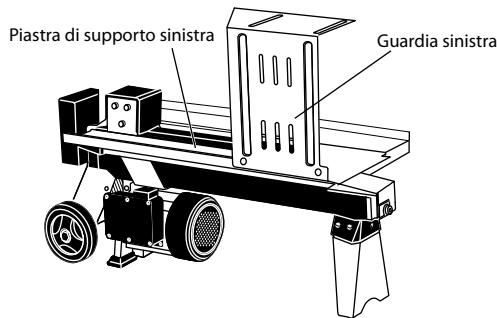
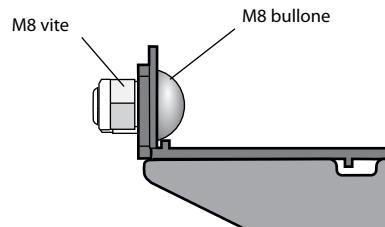

Fig 1a
Fig 1b
3. Inserire la piastra di protezione sinistra nella scanalatura della piastra di base sinistra, assicurarsi che i fori della piastra di protezione sinistra siano allineati in base ai fori della piastra di base sinistra, utilizzare 2 bulloni M8 a taglio quadrato e 2 dadi di bloccaggio per il fissaggio, (Fig.1a, Fig.1b).